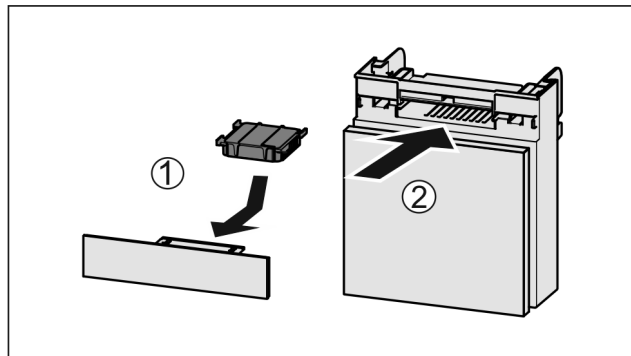

Fig. 149
- ▶ Поставете Fig. 149 (1) филтъра с активен въглен, както е показано на фигурата.
- ▶ Вкарайте Fig. 149 (2) отделението.